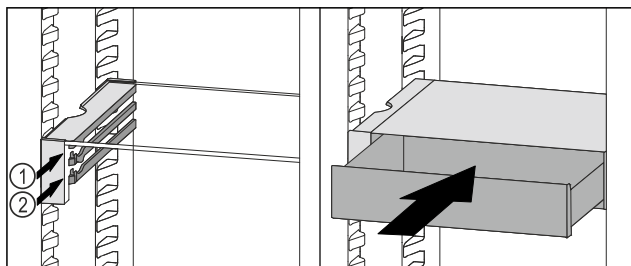

Fig. 113
- Zásuvku VarioSafe nasadte za zarážkami na požadovanom rebre Fig. 113 (1) alebo Fig. 113 (2).